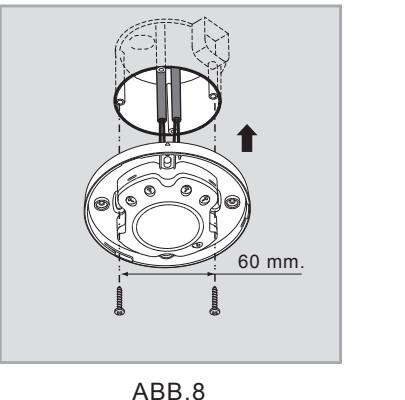
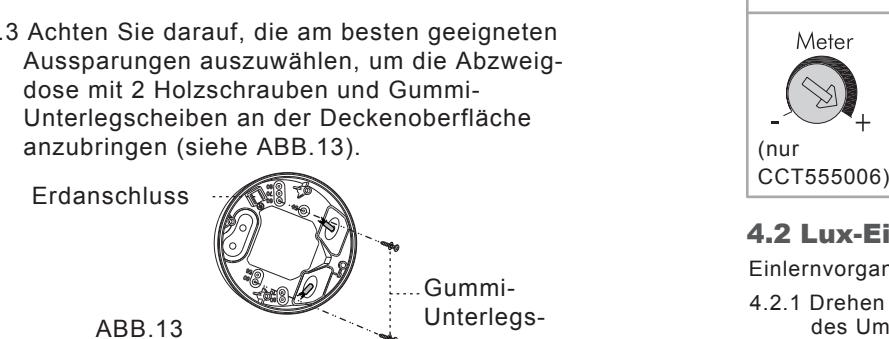

ABB.8
ABB.13
- 3.4.3.3 Achten Sie darauf, die am besten geeigneten Aussparungen auszuwählen, um die Abzweigdose mit 2 Holzscreuben und Gummilüferscheiben an der Deckenoberfläche anzubringen (siehe ABB.13).
- 3.4.3.4 Weitere Informationen über die korrekte Verkabelung finden Sie in den Schaltplänen (siehe ABB.5). An der Montageplatte befindet sich eine rechteckige Öffnung; achten Sie beim Einführen der Montageplatte in die Abzweigdose darauf, den Zylinder auf den Vorsprung der Abzweigdose auszurichten (siehe ABB.8); anschließend ist der Melderkopf gemäß ABB.13 an der Power Box anzubringen und mit den 4 beigefügten unverlierbaren Schrauben zu befestigen.